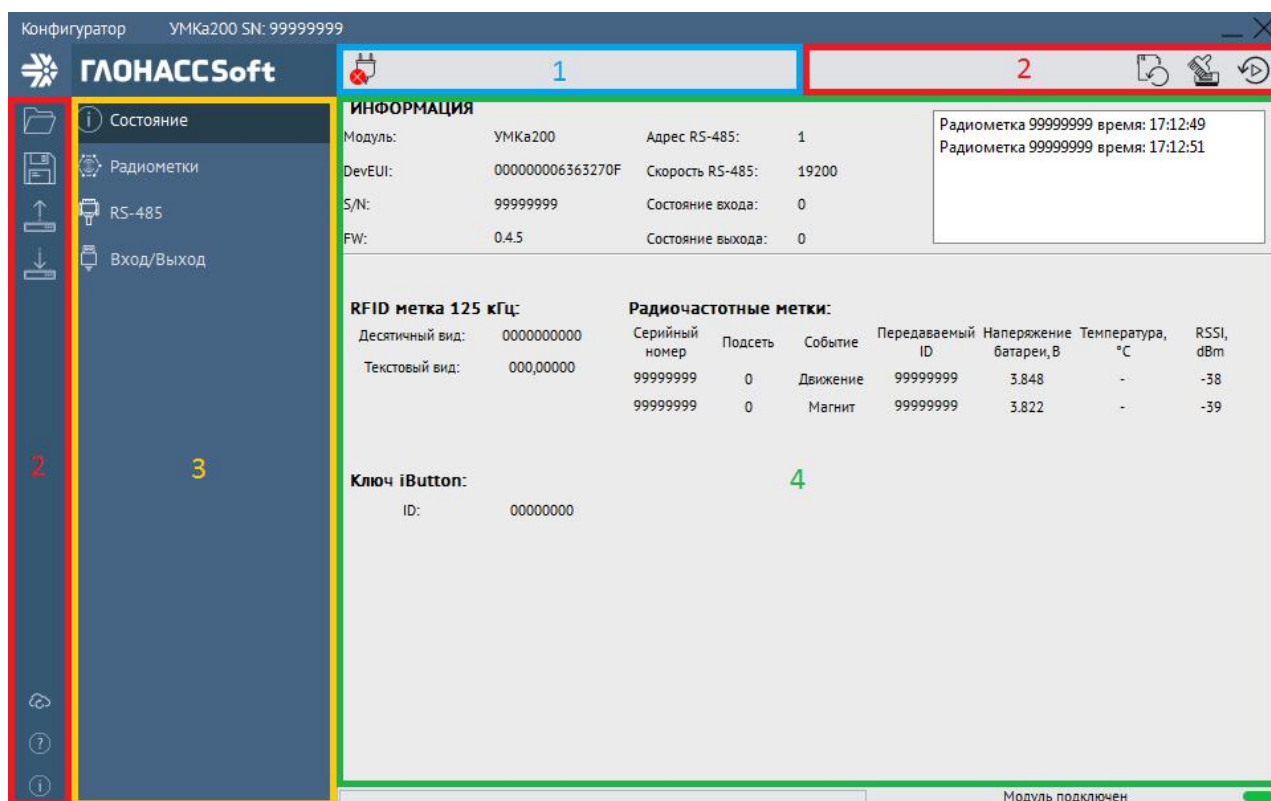

Рисунок 4.8 Стартовое окно «Состояние»
Для запуска приложения, перейдите в «Пуск» → «Все программы» → «Конфигуратор УМКа2XX». Откроется стартовое окно конфигуратора (Рисунок 4.8), которое условно можно разделить на четыре зоны: Панель статуса (1), панели инструментов (2), дерево настроек (3) и окно отображения информации (4).
Для просмотра и редактирования настроек устройства воспользуйтесь вкладками настроек (Рисунок 4.8). При нажатии на вкладку в окне отображения информации можно посмотреть соответствующие значения и настройки с возможностью их редактирования.
В поле параметров «информация» (Рисунок 4.8) содержатся следующие параметры:
На вкладке «Состояние» (Рисунок 4.8) отображается общая информация об обнаруженных метках.